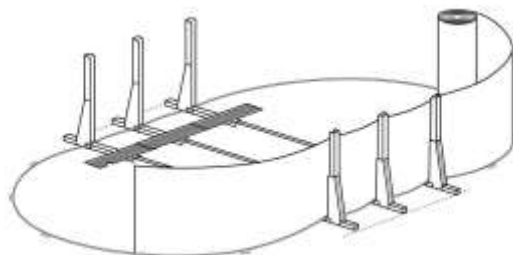

fig. 22
a) Coloque la pared de la piscina verticalmente (la etiqueta interior de la pared hacia arriba) sobre un cartón en el centro del círculo, esto le facilitara el desenrollarla y evitara rallar la pared por debajo. El troquelado del skimmer esta al final del royo de la banda, fig. 22.